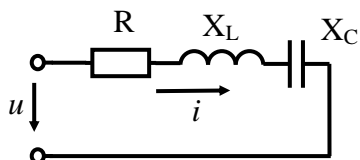

Рисунок 12.2 – Последовательная цепь RLC
- последовательная цепь RLC (рисунок 12.2);